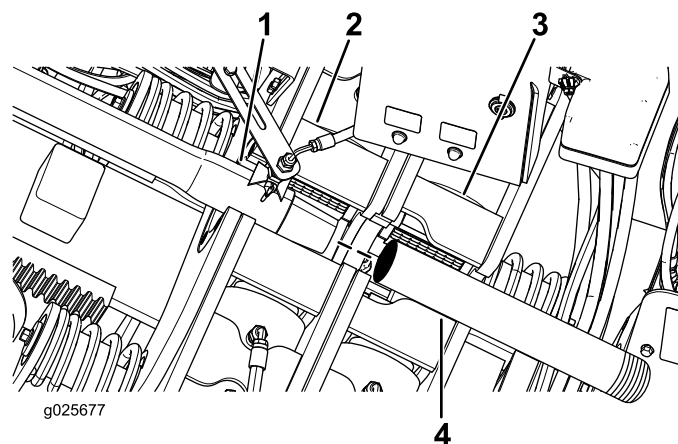

Figura 84
2. Posicione a haste inicial na chave inferior (fixa) como mostrado na Figura 84.